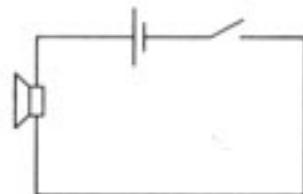

图 4-7 电铃装置示意图
5. 在图 4-7 所示装置基础上接入一个能启动开关的传感装置，用以展示化学现象（如电离、反应热等）。